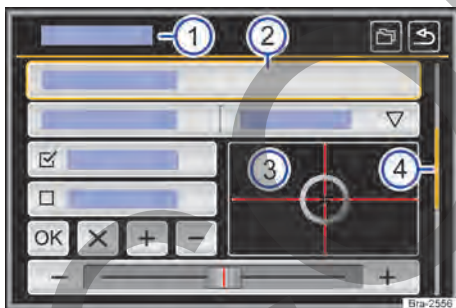

Fig. 114 Representación esquemática: cuadro general de los posibles botones de función en el display.
El equipo está equipado con touchscreen (pantalla táctil) → fig. 114 (3).
Los botones de función inician funciones o abren otros submenús. En submenús se indica, en la línea del título, el menú actualmente seleccionado → fig. 114 (1).